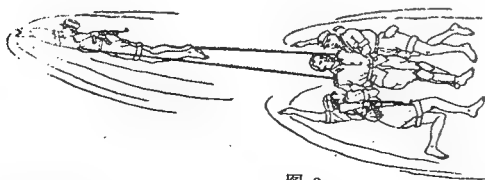

图 3
1. 用浮水衣（救生圈）押带的方法：给俘虏穿上浮水衣或将救生圈绑于俘虏背部，使其仰卧在水上，由一人在前拖带，左右各一人抓住俘虏的大臂或腋窝，另一手划水，采用蛙泳或侧泳押带前进（图 3）。